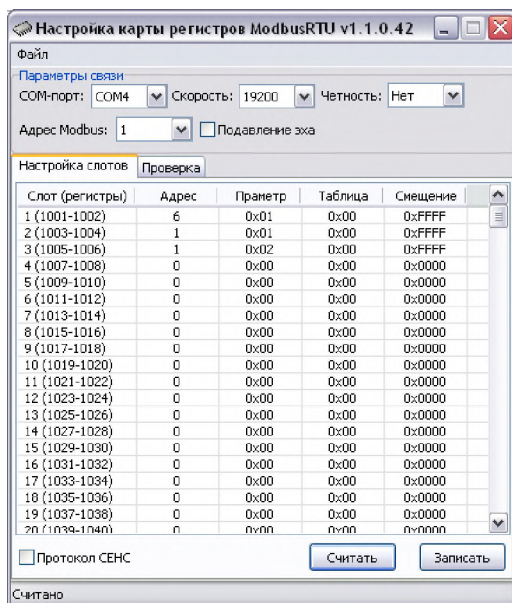

Рисунок 4 - Внешний вид окна программы
В группе настроек «Параметры связи» следует выбрать номер коммуникационного порта, к которому подключен адаптер, скорость обмена и чётность, на которые настроен адаптер, и нажать кнопку «Считать». После этого программа должна считать значения регистров адаптера, о чём будет выдано сообщение «Считано» в строке состояния программы (смотри рисунок 4). Если значения регистров не считаны (адаптер не найден), то необходимо:
***Внимание!** Проверьте флаг состояния протокола СЕНС (смотри рисунок 4). При отключенном протоколе поиск и настройка адаптера и других устройств будет невозможна.*